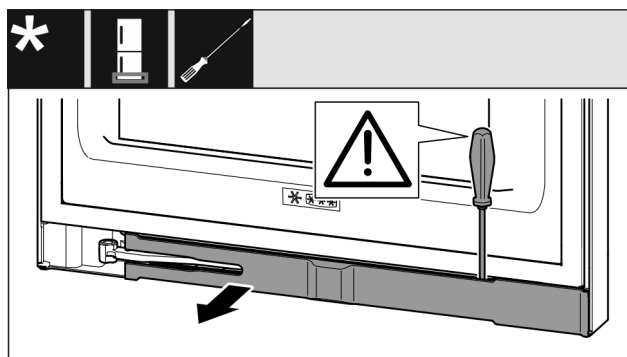

Fig. 13
- Disinnestare il pannello con un cacciavite per viti a intaglio e inclinarlo di lato Fig. 13 (1).